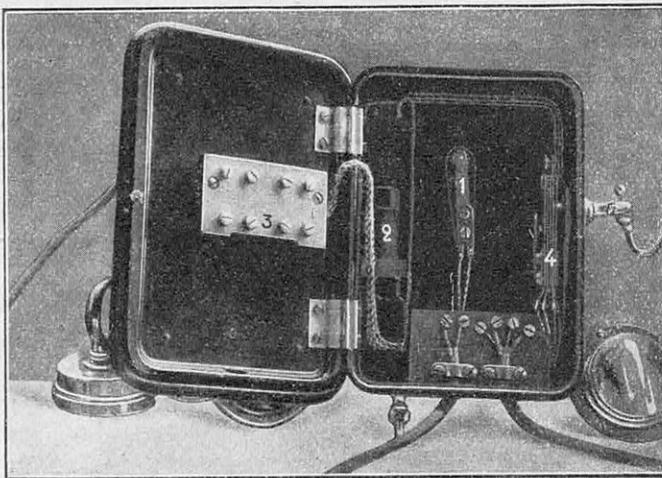

FIG. 11. — POSTE TÉLÉPHONIQUE MURAL ÉRICSSON
D'après Savart, Bourget, Bernard (*Annales de Chimie et de Physique* 1860) les vibrations des membranes circulaires révèlent l'existence de diamètres et de cercles nodaux. Ces membranes étaient de simples feuilles de papier collées sur un cadre annulaire par leurs bords. Les figures obtenues (fig. 11) (1) permettent de remarquer que, plus les sons deviennent